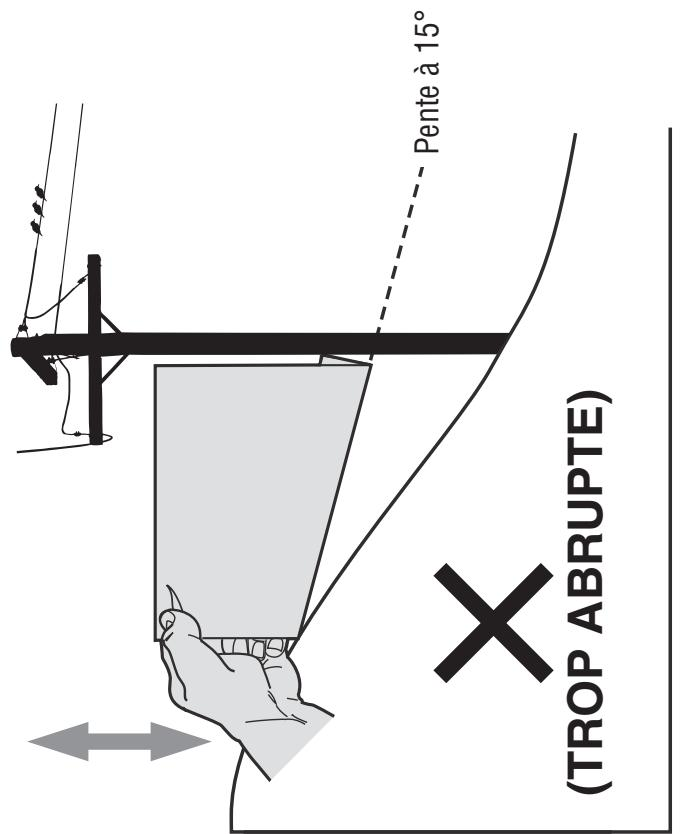

Figure 2
5. Si l'angle sous l'inclinomètre est trop abrupte, la pente est trop abrupte pour y travailler en toute sécurité. (Voir la Figure 2 ci-dessus).